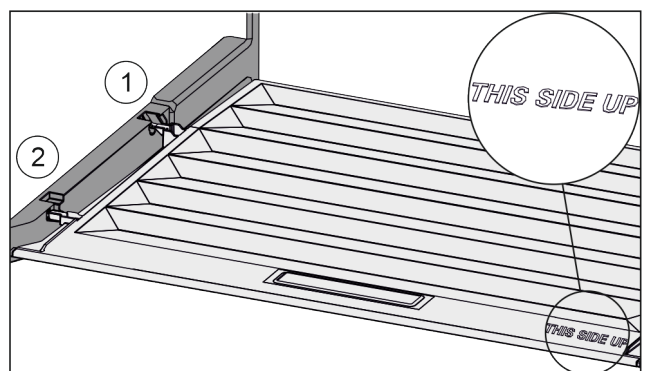

Fig. 40
- ▶ Dekselranden via de opening van de achterste houder Fig. 40 (1) aanbrengen en van voren in de houder Fig. 40 (2) klikken.